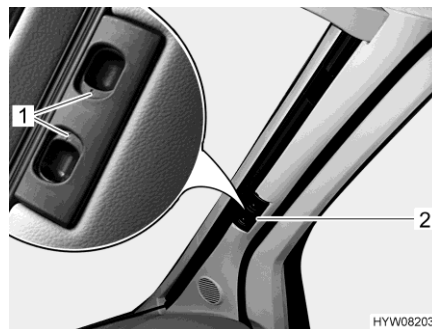

Fig. 78 Tendina oscurante pieghevole (parabrezza)
- Premere le maniglie di sbloccaggio (Fig. 78,1) e mantenerle premute.
- Tirare la tendina oscurante pieghevole del parabrezza per la maniglia (Fig. 78,2) verso il centro della finestra.
- Spingere verso l'esterno le due metà della tendina oscurante pieghevole del parabrezza per la maniglia (Fig. 78,2) fino all'arresto. Durante questa operazione sollevare la maniglia all'altezza della rientranza di bloccaggio.
- Rilasciare le maniglie di sbloccaggio (Fig. 78,1) e mantenerle innestate.